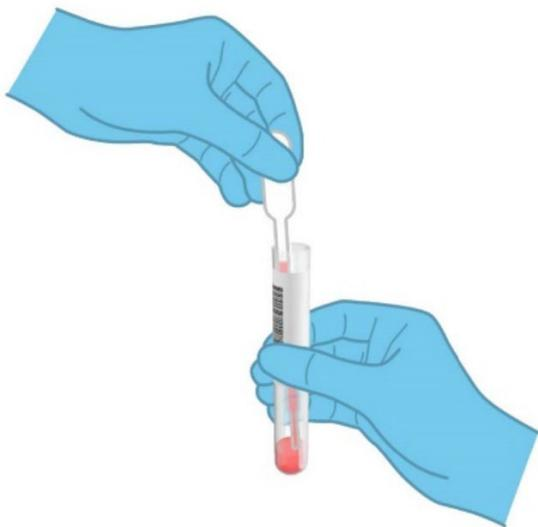

Abbildung 40. Aufziehen der Probe in die mitgelieferte Transferpipette.
5. Öffnen Sie das Röhrchen mit der zu untersuchenden Probe. Saugen Sie mit der mitgelieferten Transferpipette Flüssigkeit bis zur dritten Fülllinie der Pipette (d. h. 300 µl) auf (Abbildung 40).